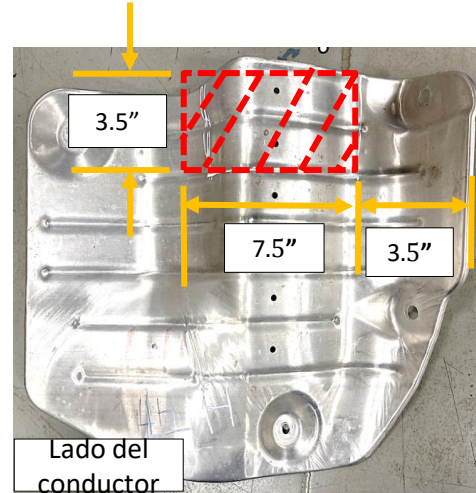

Figura 3
- Recortar el protector de calor:** Con una cinta métrica, un marcador y una tijera de cortar metales, medir, marcar y recortar el área de los protectores de calor como se muestra en la Figura 3 (protector de calor del lado del conductor) y la Figura 4 (protector de calor del lado del pasajero).
5. Recortar el protector de calor: Con una cinta métrica, un marcador y una tijera de cortar metales, medir, marcar y recortar el área de los protectores de calor como se muestra en la Figura 3 (protector de calor del lado del conductor) y la Figura 4 (protector de calor del lado del pasajero).